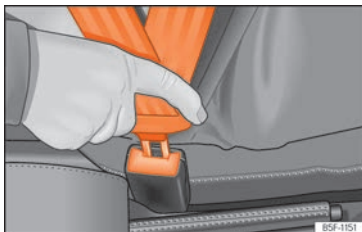

Fig. 9 Insertar la lengüeta del cinturón de seguridad en su cierre.
- Encastre la lengüeta en el cierre del asiento correspondiente » » » fig. 9.